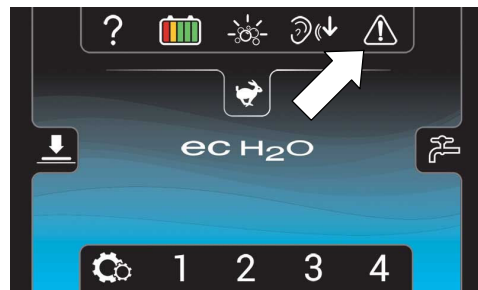

ABB. 61
10.  Das Symbol Service- Anzeige auf dem Home- Bildschirm blinkt gelb oder rot, wenn ein Maschinenfehler erkannt wird (Abbildung 61).